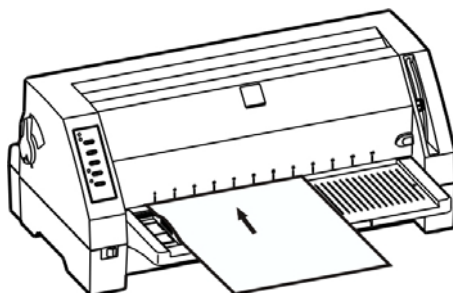

图 3-5 安装单页纸
6. 如图 3-5 所示，将打印纸（打印面朝上）紧贴挡纸板边缘，平稳地插入打印机，直到遇到阻力为止。